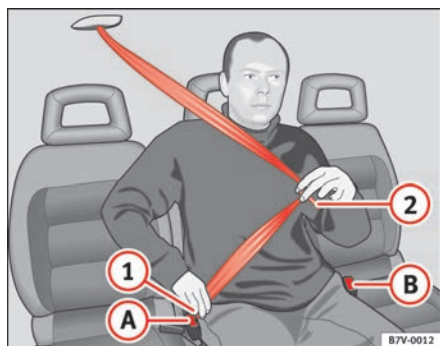

Fig. 11 Ajuste del cinturón del asiento central de la segunda fila
- Tire de la banda del cinturón tirando de la lengüeta ⇒ fig. 11 (1) hacia abajo.
- Introduzca la lengüeta (1) en el cierre (A) correspondiente del asiento hasta que se encastre de un modo audible.
- Tire de la lengüeta (2) del cinturón y coloque este último por encima de la región pelviana.
- Introduzca la lengüeta (2) en el cierre (B) correspondiente del asiento hasta que se encastre de un modo audible.